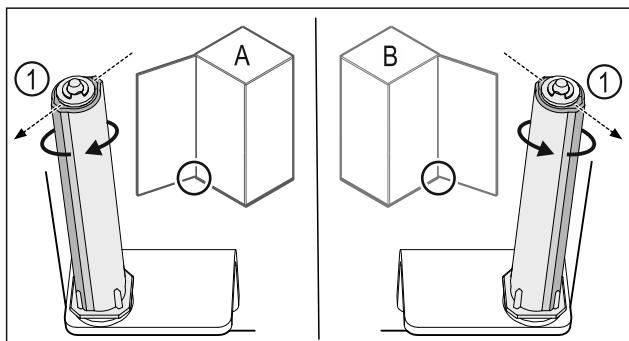

Fig. 40 Розкриття ліворуч (A) / Розкриття праворуч (B)
- Систему закриття повернати проти опору доки перемичка системи закриття Fig. 40 (1) не показуватиме назовні.